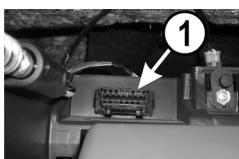
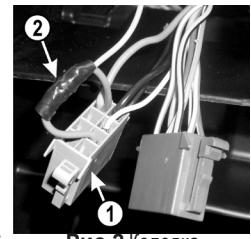
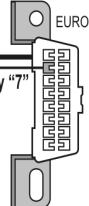

Рис.4 Диагностическая колодка
Рис.2 Колодка автомагнитолы
Рис.3 Схема подключения БК "ШТАТ Х1-Р"
4.4 Отсоедините колодку выключателя обогрева заднего стекла и произведите подключения согласно схеме подключения, **рис.3**:
4.5 Соедините красный провод (+12B) из жгута БК с розовым проводом, подходящим к 4-му контакту серой колодки автомагнитолы (поз.1, **рис.2**).
4.6 Протяните серый провод К-линии из жгута до диагностической колодки (поз.1, **рис.4**), (находится внутри вешевого ящика слева (поз.3, **рис.2**) и подключите его к диагностической колодке согласно схеме подключения (см. **рис.3**).
4.9 Подключите 6-контактную колодку жгута БК к бортовому компьютеру и установите его (см. **Рис.4**).